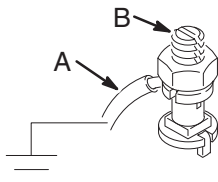

Fig. 1
Para ligar o agitador à terra, conecte uma extremidade ao fio terra (A) ao conector de ligação à terra (B) no agitador. Consulte a Fig.1. Ligar a outra extremidade do fio de ligação à terra a uma verdadeira ligação à terra (estaca de cobre ou cano de água metálico).